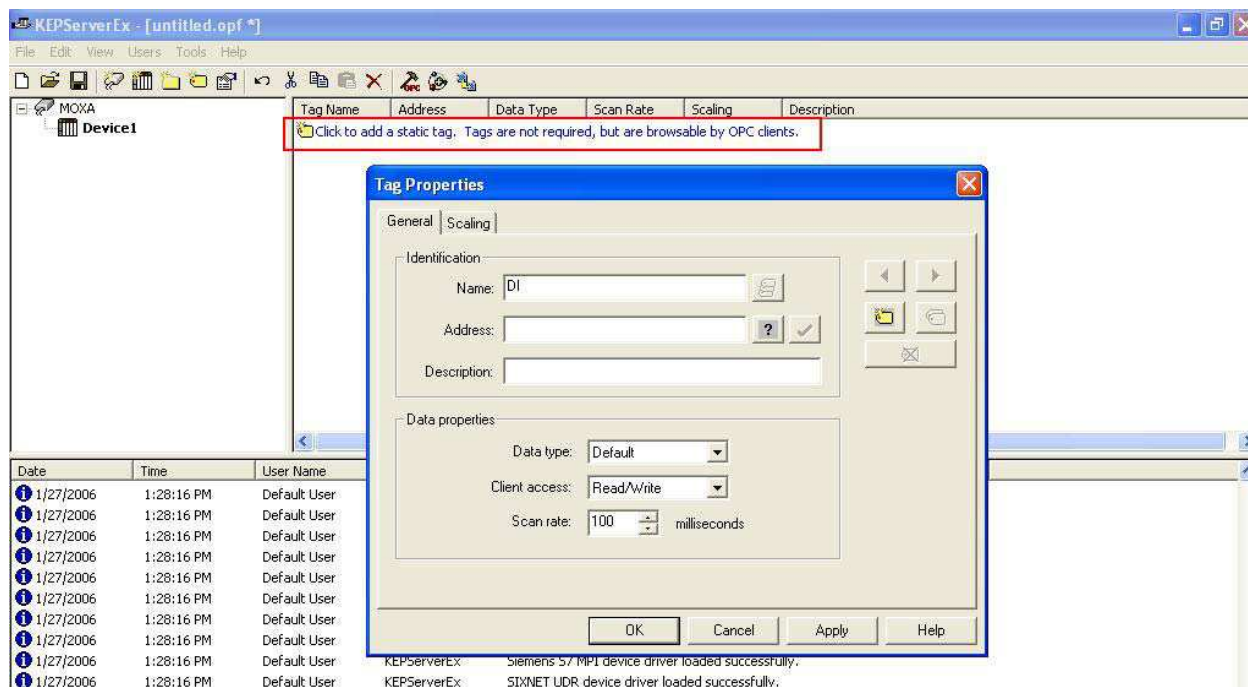

Рис. 10
2.8 Нажмите на индикатор как показано на Рис.10 для добавления статических тегов. Информация о теге, которую необходимо ввести будет зависеть от выбранного канала и режима его работы. После ввода информации нажмите **Apply**, чтобы сохранить каналы.